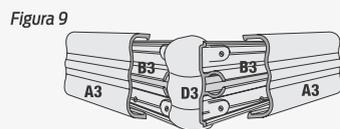

Figura 9
**4** Para el acabado de los cantos externos 90° basta fijar el terminal canto externo recto 90° (D3) en el perfil base (B3), antes de colocar el protector de pared (A3) conforme figura 9.